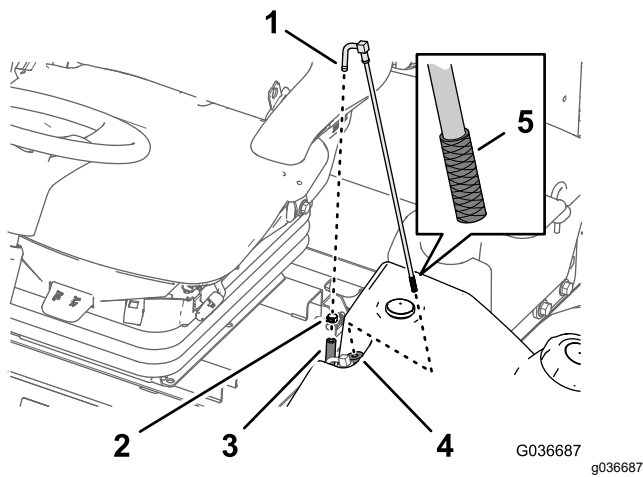

図 97
1. 燃料供給ホースを燃料供給チューブに固定しているホースクランプを外す 図 97。
2. フィッティングからホースを取り外す 図 97。
3. 燃料タンクから燃料供給チューブを取り出す 図 97。
4. 燃料供給チューブの端部のスクリーンにたまっているごみでいねいに取り除く 図 97。
5. ゴム製ブッシュを通して燃料タンク内部へ燃料供給チューブを挿入する 図 97。